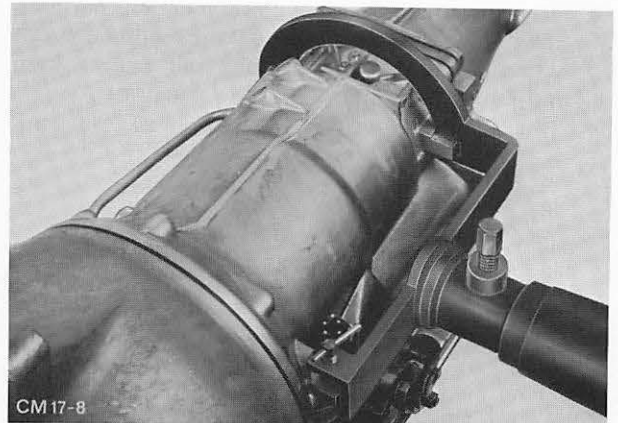

Abb. 43 Getriebe mit Halter 17-006 am Montageständer
1. Drehmomentwandler entfernen und Antriebswelle herausziehen. Das Aussehen des an der Ablassschraube des Wandlers austretenden Öles bzw. etwa darin enthaltene Rückstände können für die Diagnose von Nutzen sein. (Siehe auch WANDLER PRÜFEN UND REINIGEN unter ALLGEMEINES). Anschließend Getriebe mit montiertem Halter 17-006 am Montageständer befestigen. Abb. 43.